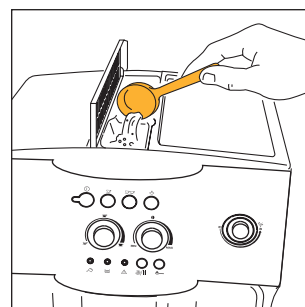

Fig. 19
2. Løft i midten af låget, kom en måleske formålet kaffe i tragten (fig. 19) og gå derefter frem som beskrevet i afsnit 5.